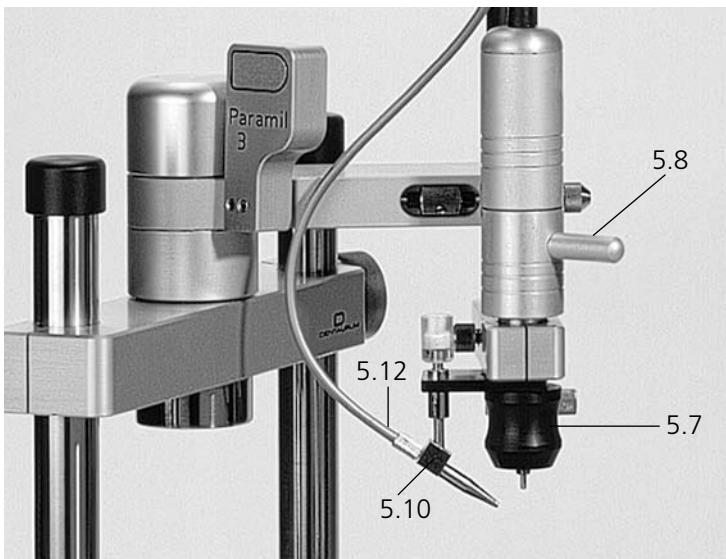

Bild 4: Fräsmotor mit Spannfutter
- Drehen Sie die Zangenspannung (Bild 4, Pos. 5.8) im Uhrzeigersinn bis zum Anschlag
- Arretieren Sie den Fräser oder Bohrer durch Drehen der Zangenspannung (Bild 4, Pos. 5.8) gegen den Uhrzeigersinn. Das Werkzeug wird nun automatisch festgeklemmt
Die Luft- und Öldüse (Bild 4, Pos. 5.10) wird bei Bedarf am Drehgriff des Mikromotors (Bild 4, Pos. 5.7) eingeklemmt und in der gewünschten Höhe justiert.
- Drehen Sie die Zangenspannung (Bild 4, Pos. 5.8) im Uhrzeigersinn bis zum Anschlag.